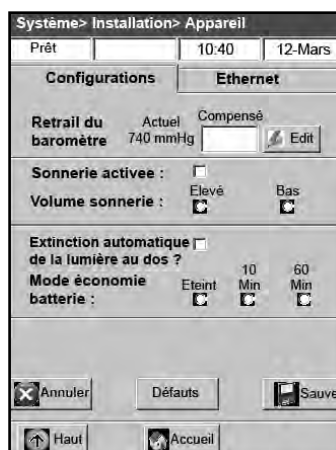

Figure H-24 : Écran "Système > Configuration > Matériel"
4. Sur l'écran "Matériel", ajustez les options comme souhaité (Figure H-24).